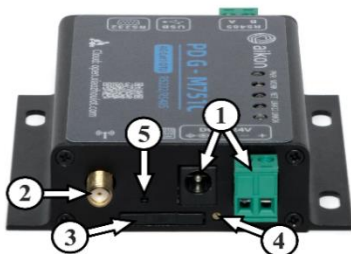

Рисунок 2. Модуль связи PD G (вид справа)
5. Для доступа в интернет, вставить Mini SIM-карту с тарифом, поддерживающим передачу данных, в слот 3 (рисунок 2), путем нажатия кнопки 4.